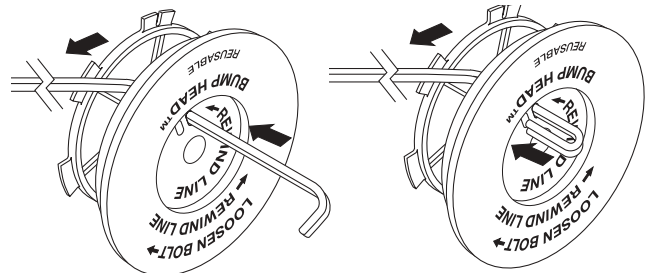

Figure 33
- Découpez environ 6,1 m (20 pi) de fil neuf. Insérez une extrémité de fil dans l'un des deux trous du moulinet intérieur (Fig. 33). Tirez le fil jusqu'à ne laisser que 10 cm (4 po) environ.
- Insérez l'extrémité du fil dans le trou ouvert du moulinet et tirez sur le fil pour que la boucle soit le plus petit possible (Fig. 33).